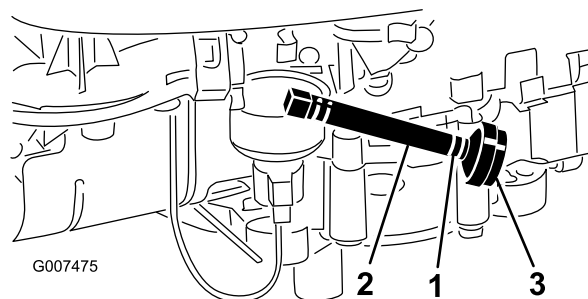

Figure 28
8. Pincez les extrémités du collier de fixation et poussez le collier en haut de la conduite d'alimentation, en direction du réservoir de carburant (Figure 28).
9. Débranchez la conduite d'alimentation du filtre (Figure 28) et laissez l'essence s'écouler dans un bidon ou un bac de vidange.
Remarque: Le meilleur moment pour remplacer le filtre à carburant (Figure 28) est lorsque le réservoir à carburant est vide. Ne remontez jamais un filtre sale après l'avoir enlevé de la conduite d'alimentation.
7. Pincez les extrémités des colliers et faites glisser ceux-ci pour les éloigner du filtre (Figure 28).